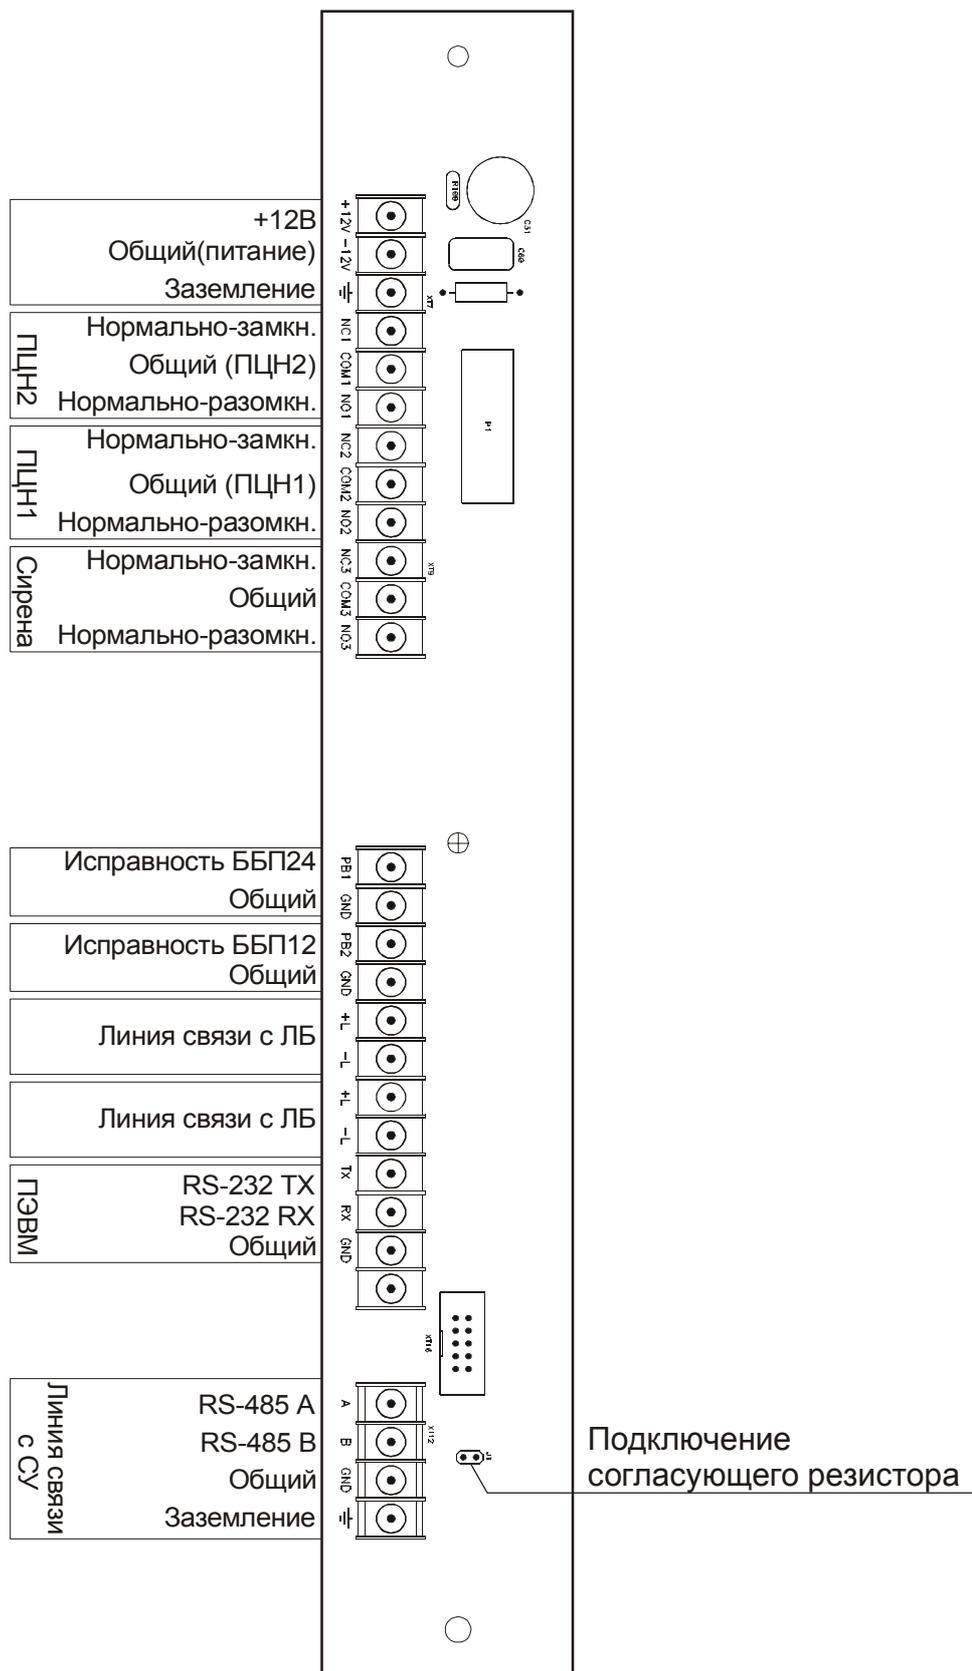

Рис. 8 Схема подключения БЦП
2.2.3.3 Питание 12 В от ИБП 12 подключить к клеммам БЦП «Питание 12В» (см. Рис. 8), соблюдая полярность. Если ИБП 12 имеет выход «Исправность» («Контроль состояния»), то этот выход подключается к клеммам БЦП «Исправность ББП12», соблюдая полярность. Выход ИБП «Исправность» («Контроль состояния») должен быть гальванически развязан при помощи реле или оптопары. Перед подключением выхода «Исправность» («Контроль состояния») ИБП удалить
2.2.3.9 Линию связи с СУ (СК, БРА, ПУО или ИБП) подключить к клеммам БЦП «Линия связи с СУ» (см. Рис. 8) и к клеммам СК-01, БРА-03-4, ПУО-01 или ИБП-1200/2400. Подключение производить в соответствии с руководствами по эксплуатации СК-01, БРА-03-4, ПУО-01 или ИБП-1200/2400.